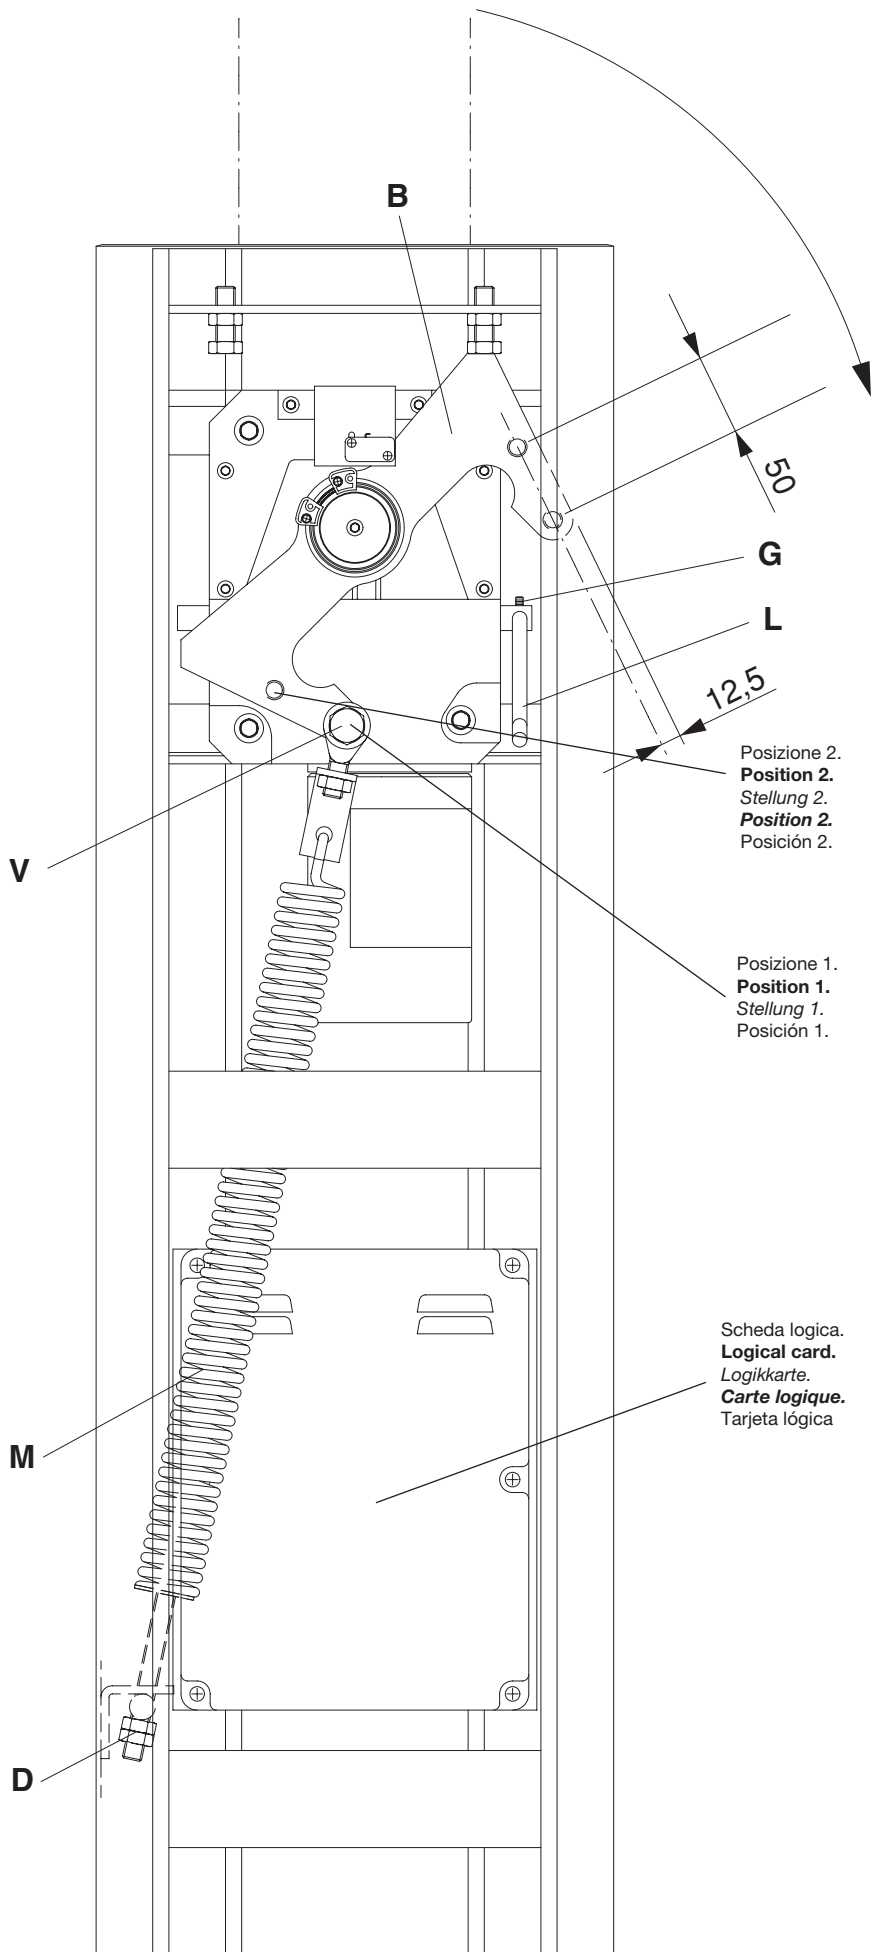
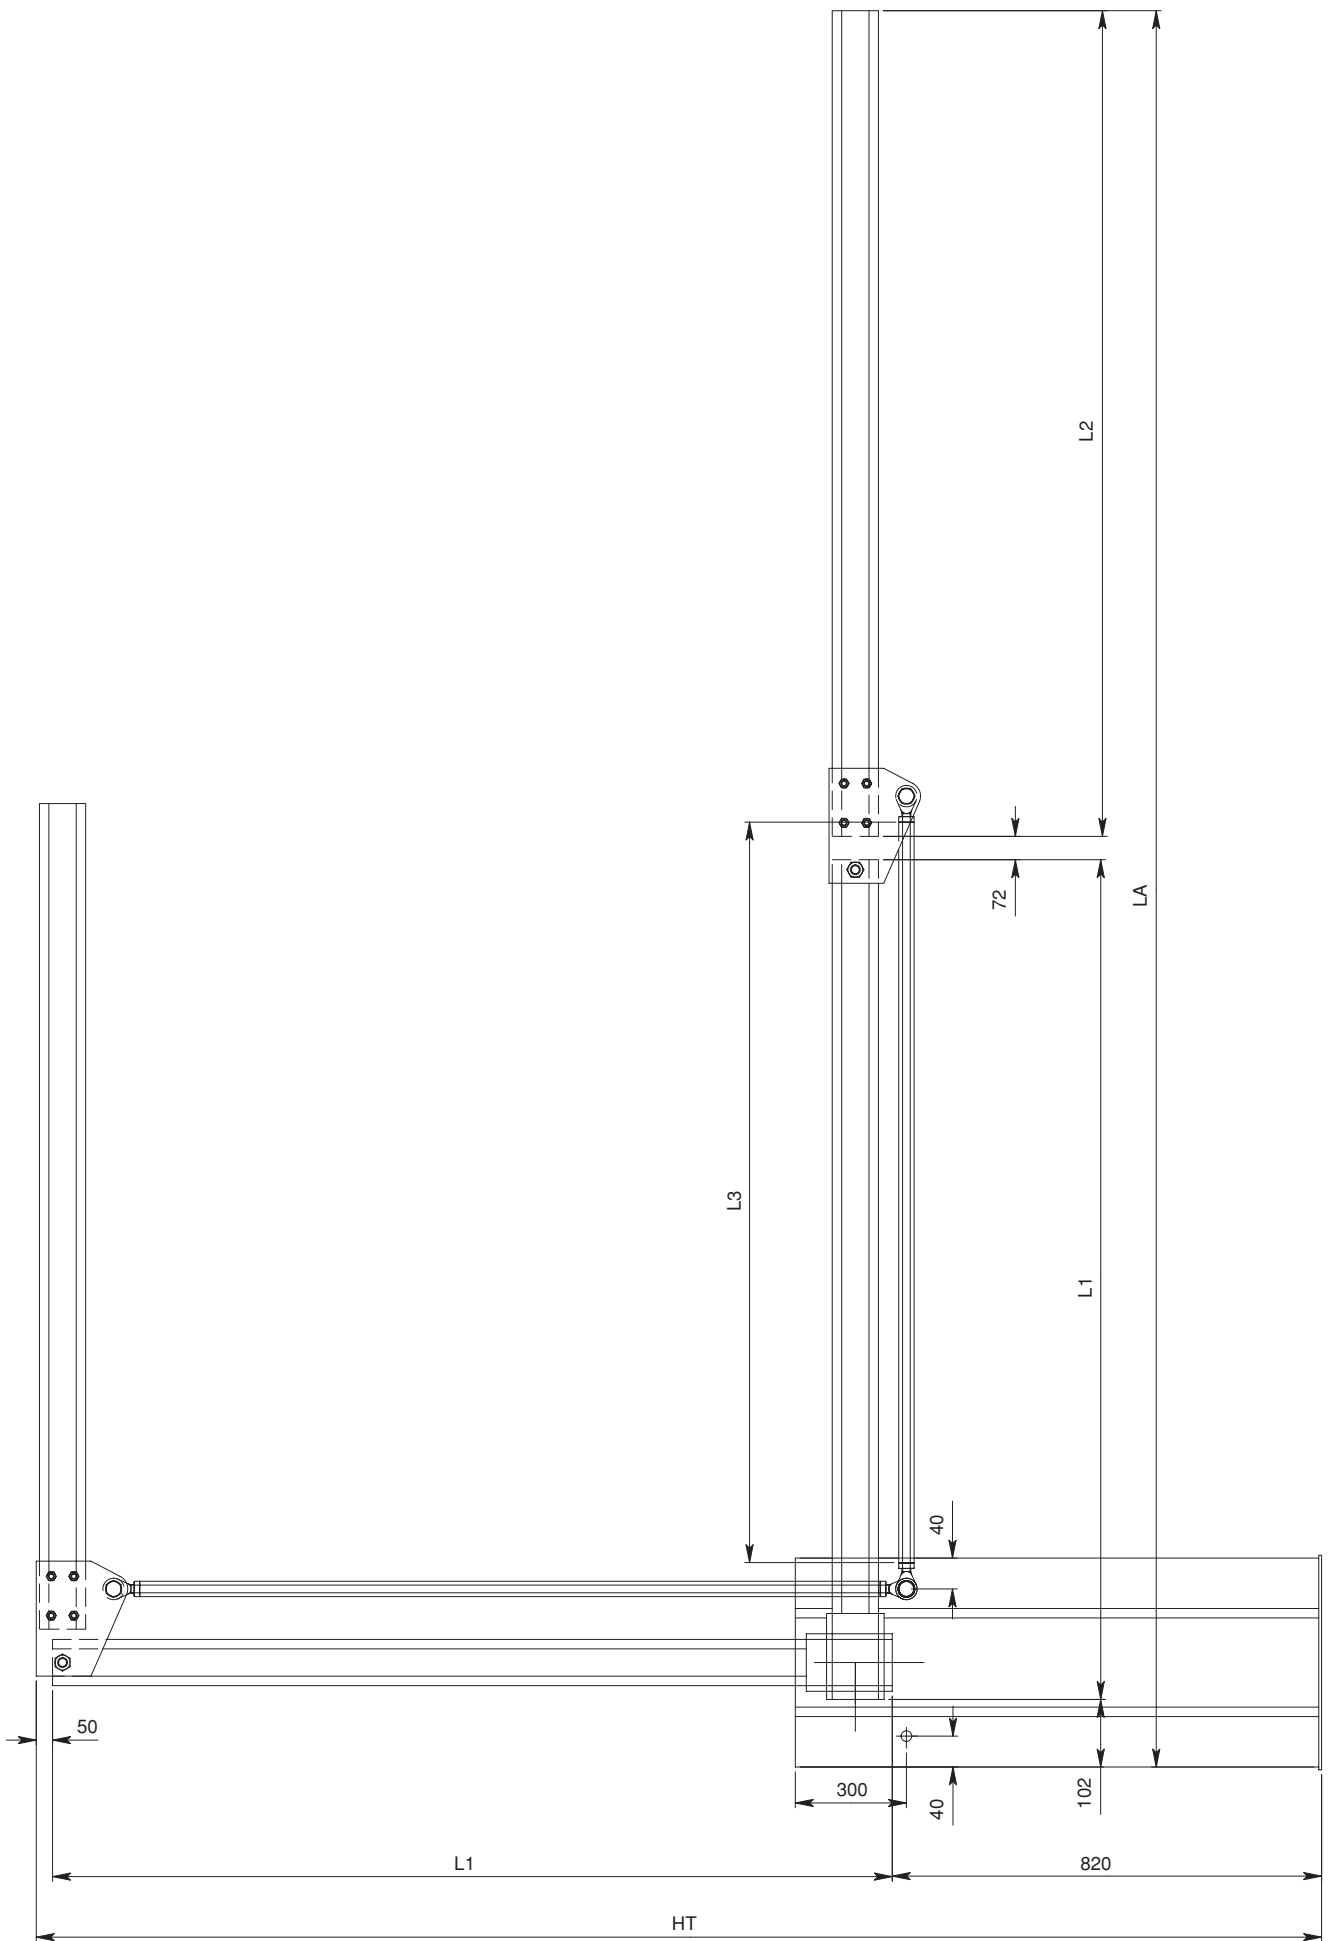

Fig.1
Fig.2
Praticare un foro M12 rispettando le quote di fig. 1 sulla leva "B" ed uno sul cassone come da fig. 2. N.B.: il foro deve essere praticato a sinistra sulle barriere destre e viceversa.
Drill a hole M12 according to dimensions shown in fig. 1 on lever "B" and a hole on the casing as per fig. 2. P.N. The hole must be made on the left in the right-barriers and vice-versa.
Ein Loch M12 in den Hebel "B" und ein Loch in den Kasten laut Abb. 1 und 2 bohren; dabei die Maße in Abb. 1 beachten. Achtung: das Loch muß links auf rechts-schranken gebohrt werden und umgekehrt.
Faire un trou M12 en respectant les cotes indiquées à la fig. 1 sur le levier "B" et un autre trou sur le caisson de la manière illustrée à la fig. 2. NB: le trou doit être fait à gauche sur les barrières droites et vice versa.
Taladrar un agujero M12 respectando las cotas de la fig. 1 sobre la palanca "B" y uno en el bastidor como mostrado en la fig. 2. NB: El agujero debe ser practicado a la izquierda sobre las barreras derechas y viceversa.
Wykonać otwór M12 zgodnie z odległościami podanymi na Rys. 1 na dźwigni "B" i drugi na skrzyni tak, jak wskazane na Rys. 2. N.B.: otwór należy wykonać po lewej stronie na barierach prawych i odwrotnie.
N.B.: Per un buon funzionamento della barriera VE.500 è necessario, all'atto del montaggio del kit VE.SN500, spostare la molla dalla posizione 1 alla posizione 2 della piastra (vedi fig. 1).
P.N. For a good VE.500 gate operation it is necessary, when assembling the VE.SN500 kit, to move the spring from position 1 to position 2 of the plate (see fig. 1).
Damit die Sperre VE.500 gut arbeitet, muß bei der Anbringung des Satzes VE.SN500 die Feder aus Stellung 1 in Stellung 2 (Platte) gebracht werden - siehe Abb. 1.
N.B. : Pour un bon fonctionnement de la barrière VE.500, il est nécessaire lors du montage du kit VE.SN500 de déplacer le ressort de la pos. 1 à la pos. 2 de la plaque (voir Fig. 1).
NOTA: Para un buen funcionamiento de la barrera VE.500 es necesario, en el caso del montaje del set VE.SN500, pasar al muelle de la posición 1 a la posición 2 de la placa (véase fig. 1).
N.B.: W celu zapewnienia prawidłowego działania bariery VE.500 konieczne jest w momencie montażu zestawu VE.SN500 przełożenie sprężyny z pozycji 1 na pozycję 2 płyty (zobacz Rys. 1).
facendo riferimento alla fig. 2.
- Forare e filettare M16 il cassone secondo le quote di Fig.2 a seconda della versione Dx o Sx.
and referring to fig. 2.
- The casing should be drilled and threaded M16 according to figures shown in Fig. 2 and taking in to account whether the model features a right or left fitting.